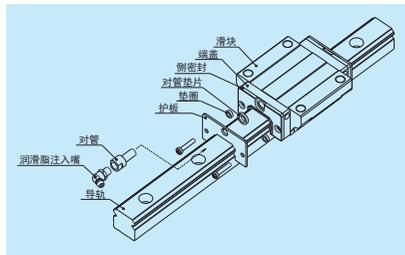

图 15 护板
(4) 护板
- 对标准成品追加安装护板时，请利用如表 15 所示的护板装置。(图 15)
- 护板安装后，将润滑脂注入嘴装入端盖时，需要如图 15 所示的接口垫片。